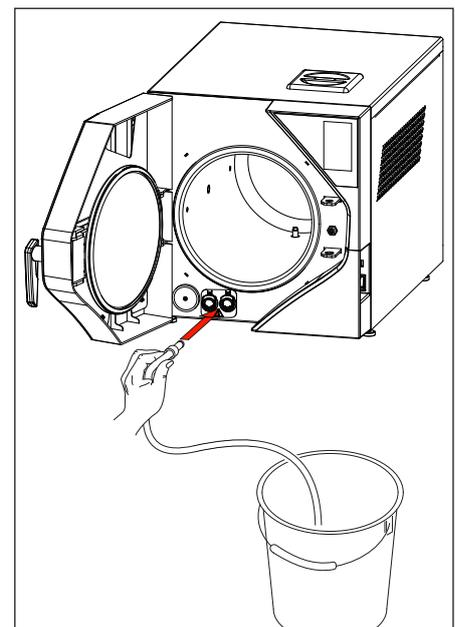

fig.5
2. Inserire il tubo di scarico nel raccordo portagomma grigio presente sul frontale del dispositivo (fig.5);